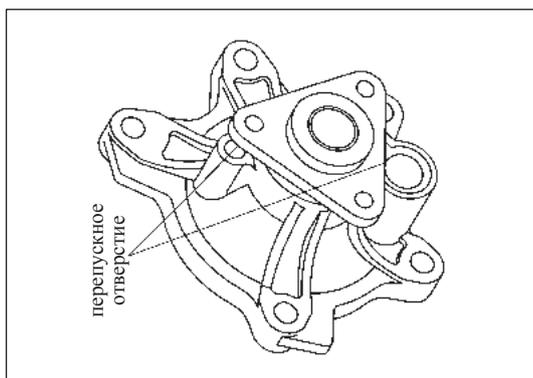

Рис. 10-4-5. Проверка насоса охлаждающей жидкости
- (1) Выполнить визуальную проверку перепускного отверстия насоса ОЖ (как изображено на рис. 10-4-5) на наличие утечек ОЖ; в случае обнаружения утечек заменить весь насос ОЖ. Проверить на наличие белой консистентной смазки на краях подшипников и внутренних стенках корпуса насоса; наличие белой смазки указывает на утечки смазки, в этом случае следует заменить весь насос ОЖ.